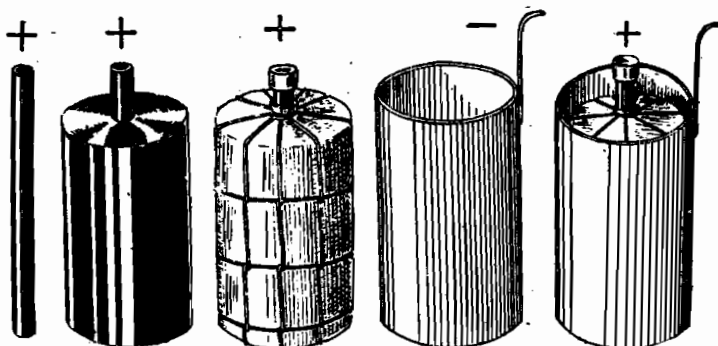

Fig. 1.1. - Vari componenti di una pila elettrica a secco.
**PILA A SECCO DA LAMPADINA TASCABILE.** — È di tipo Leclanché. Al posto del vaso di vetro c'è un bicchierino di zinco, il quale fa da elettrodo negativo e da recipiente (v. fig. 1.1). Al posto dell'acqua, vi è una soluzione